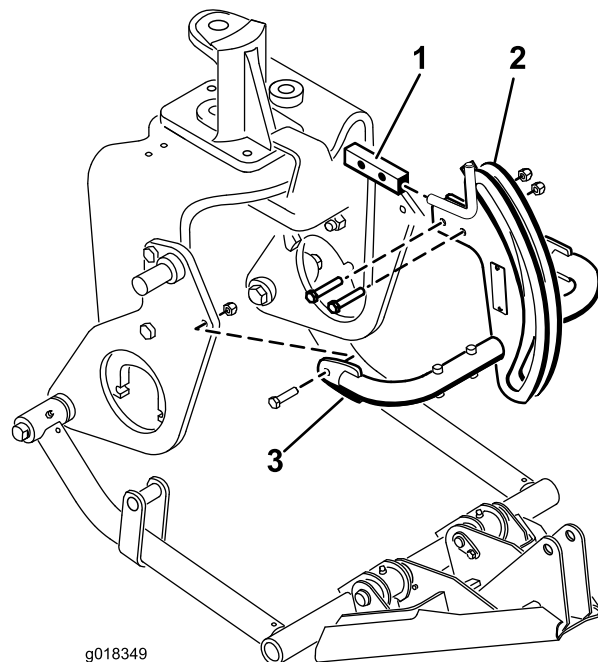

Рисунок 14
- Установите верхнюю часть рамы сцепки на кронштейне рамы сцепки с помощью 2 болтов (3/8 x 2 дюйма) и гаек (Рисунок 14).
- Установите трубки рамы сцепки на плужных пластинах с помощью болтов (3/8 x 1-1/2 дюйма) и гаек (Рисунок 14), затем затяните детали крепления.